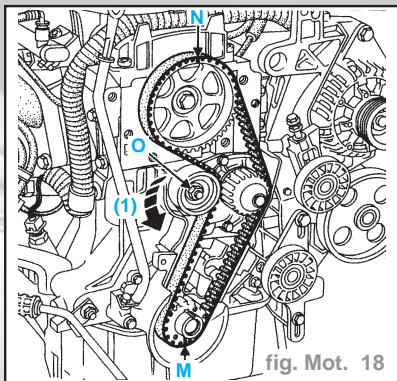

fig. Mot. 18
- Les repères (N) et (M) des pignons d'arbre à cames et de vilebrequin doivent se trouver dans la position verticale (fig. Mot. 18).